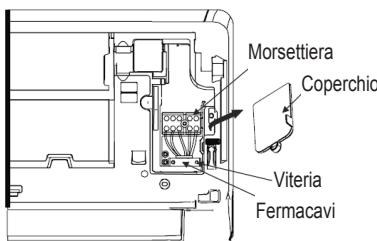

fig. 15 -
1. Aprire il pannello frontale dell'unità (“fig. 15 -”)